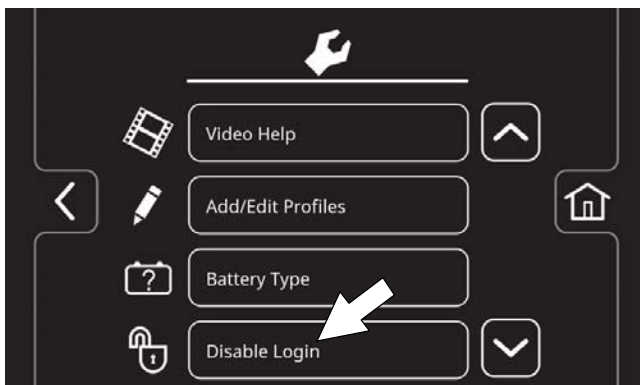

FIG. 178
4. Press the Disable Login button (Figure 178).